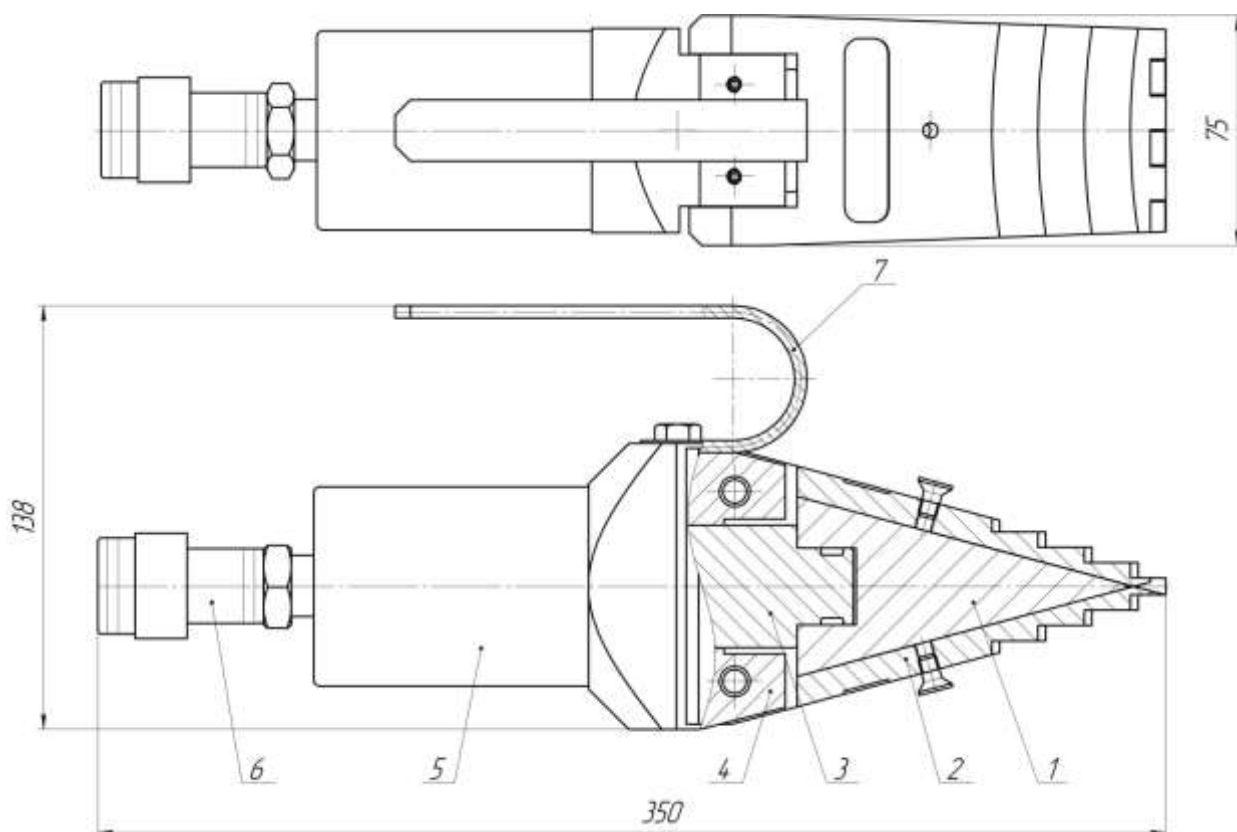

Рис.1
- состыковать полумуфту рукава высокого давления и полумуфту 6 цилиндра 5 РФГ 14 Полидэк (рис.1) и произвести затяжку соединения накидной гайкой полумуфты до упора от руки;
- Установить клиновидную головку разгонщика в зазор между фланцами до тех пор, пока вертикальная сторона ступени боковых накладок 2 (рис.1) РФГ14 Полидэк не придет в контакт с наружной поверхностью фланца (Рис.3)